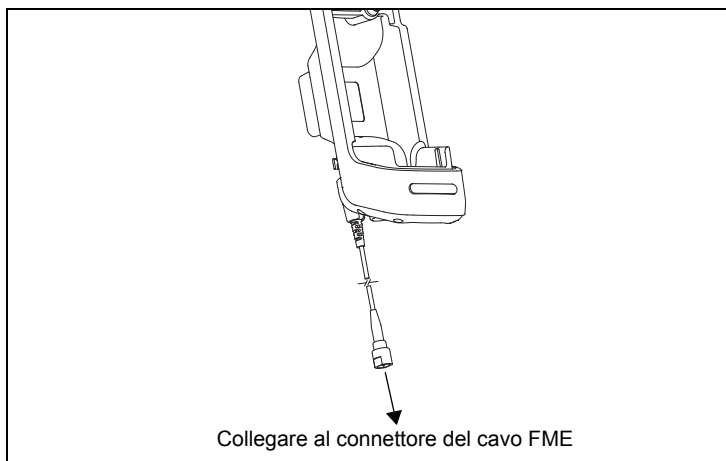

Figura 6: Collegamento del cavo RF dalla base al connettore del cavo FME
6. Collegare il cavo FME da 1 m dall'ingresso "CAR KIT" sul duplexer al cavo RF della base. Vedere la Figura 6.